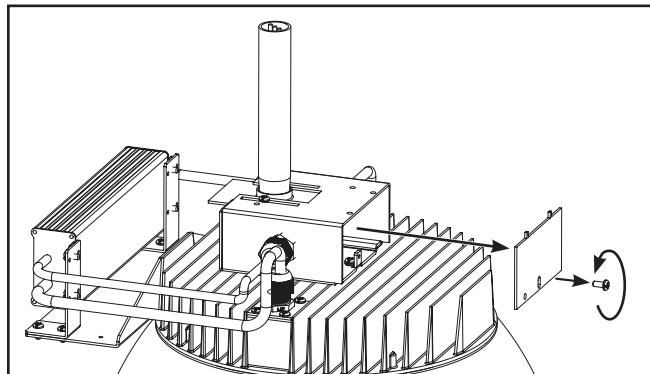

Figura 9.
- Retire el tornillo de la tapa de la caja de conexiones en la parte frontal de la luminaria y retire la tapa de la caja de conexiones. (Figura 9)